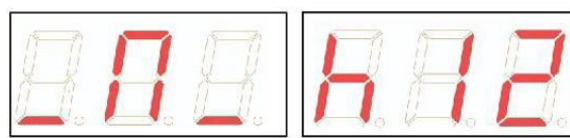

Fig27
Hvis hjulets statiske ubalance derimod er større end eller lig med 12 gram, vil meddelelsen vist i Fig27 blive vist.
- Ved afslutningen af kørslen vises meddelelsen som vist i Fig27. To muligheder er mulige: